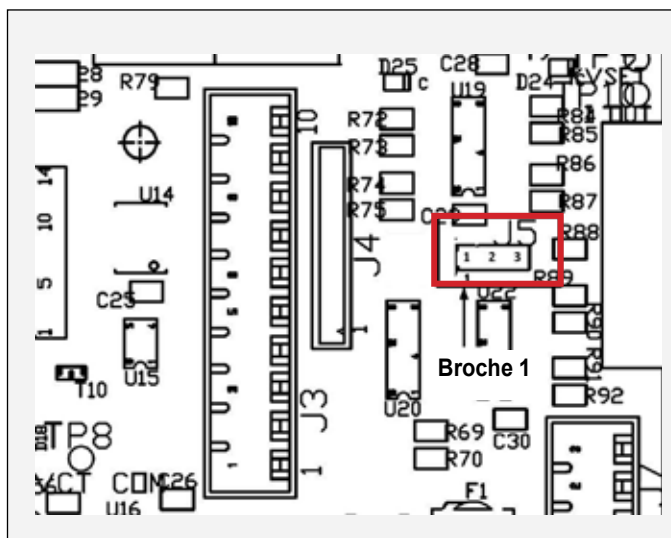

Figure 14 : Emplacement du cavalier J5 sur la carte de circuit imprimé principale
4. Vérifiez que J5, présenté sur la Figure 14, a un shunt recouvrant les broches 1 et 2.